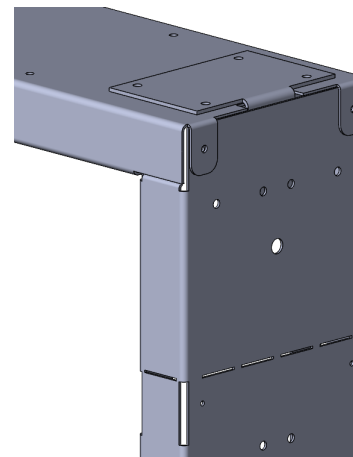

рис.1.3
5. Собрать вместе все три детали до совмещения отверстий на проушинах и на соединяемых через них деталях и закрепить их между собой с помощью саморезов 3,5х9мм (рис.1.3, 1.4, 1.6).